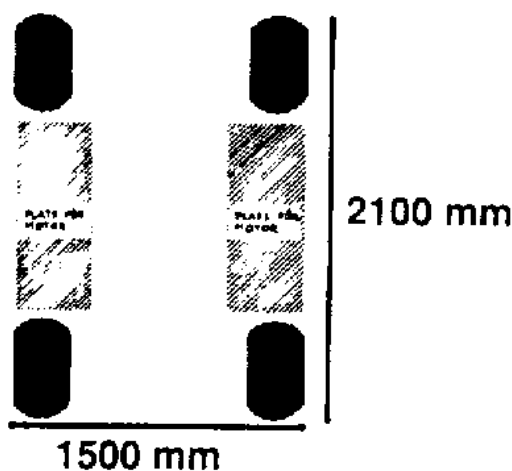

Fig. 6. Alternativ motorplacering (streckade fält). Max-mått bredd och längd
- Vevhuset, med växellådan integrerad, ska härstamma från en serietillverkad motorcykelmotor eller ATV och ska finnas att köpa inom NEZ-zonen. Ingen motor får vara nyare än det år som tävlingarna ingår i. Motorn ska placeras på höger eller vänster sida om föraren (se Fig. 6).